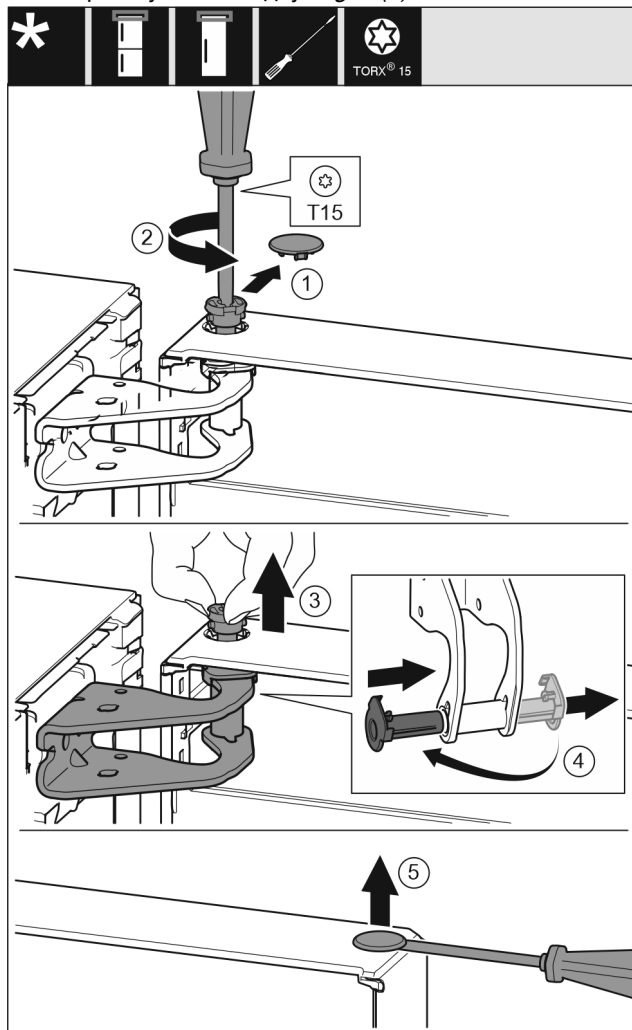

Fig. 7
- ▶ Обережно зніміть запобіжну кришку. *Fig. 7 (1)*
- ▶ Трохи викрутіть гвинт за допомогою викрутки T15. *Fig. 7 (2)*
- ▶ Притримуйте дверцята і витягніть палець руками. *Fig. 7 (3)*
- ▶ Витягніть із напрямної опорну втулку. Встановіть і зафіксуйте з іншого боку. *Fig. 7 (4)*
- ▶ За допомогою шліцевої викрутки обережно підійміть пробку із опорного втулка дверцят та витягніть її. *Fig. 7 (5)*